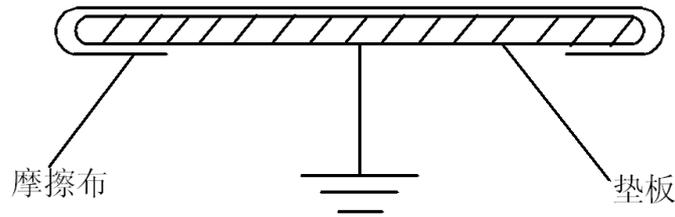

图 1 摩擦垫板示意图
- 3、垫板：把一块尺寸为 40cm×45cm，材料与摩擦布相同的织物，用胶带从四面裹在金属板上，金属板面积为 32cm×30cm，厚度为 0.3cm，用聚乙烯包皮线接地，如图 1 所示。